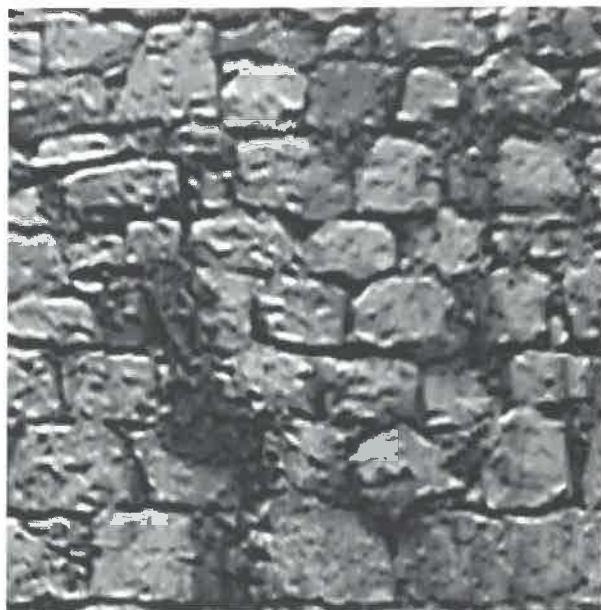

Figure 4
- mosaïquage des orthophotos pour contrôle des raccords (figure 4).